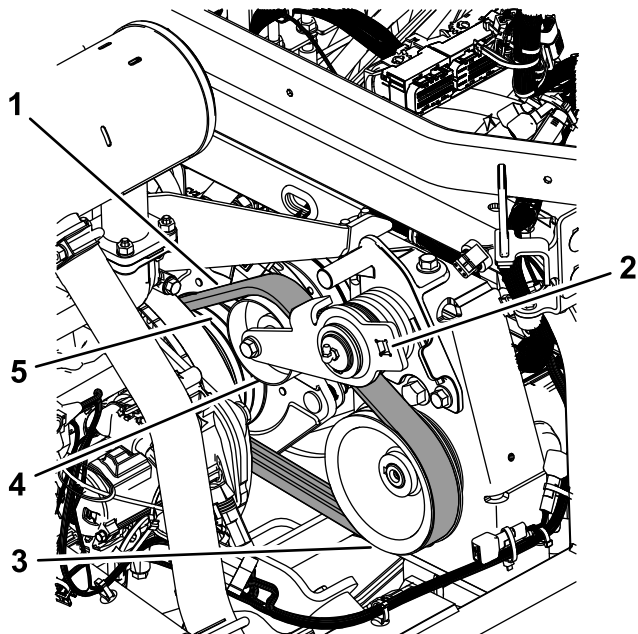

Figura 73
3. Fate passare la cinghia sulla puleggia del motore, la puleggia tendicinghia e la puleggia della pompa (Figura 73).